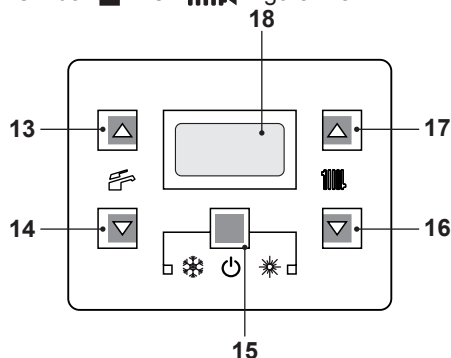

Figura 2.3
- Tenere premuto per 2 secondi il tasto 15 fino a far apparire sul display entrambe i simboli e . Figura 2.3.